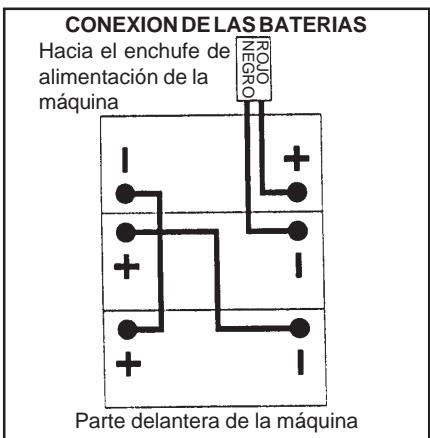

Figura 13A
6. Coloque las baterí as en la cubeta como indicado en la figura 13A.
7. Conecte los cables que juntan las baterí as entre ellas como indicado en el diagrama de la figura 13A.